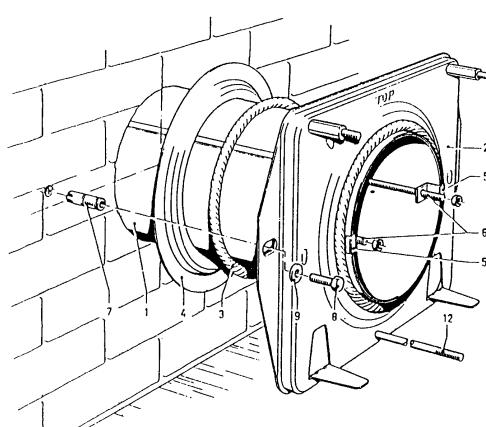

Bild 3
Installation der Standard Giebeldurchführung (Bild 3)
Installation der Giebeldurchführung mit Teleskopeinlassrohr (Bild 3)
Befestigung der Montageplatte (Bild 3)
- Die Keilmutter (8) (fig 3) durch z. B. Einen Gewindebolzen